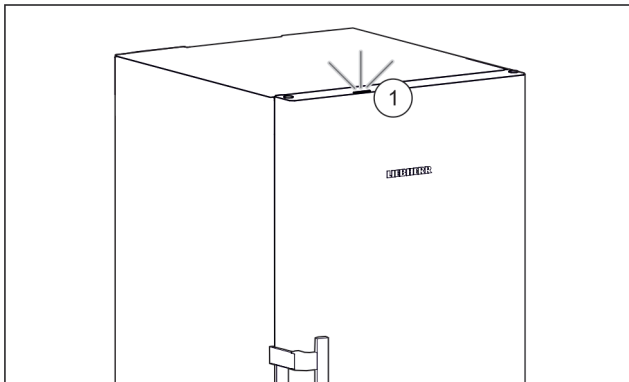

Fig. 36 Активне підсвічування стану, коли дверцята зачинено
- ▷ Підсвічування стану Fig. 36 (1) активовано.